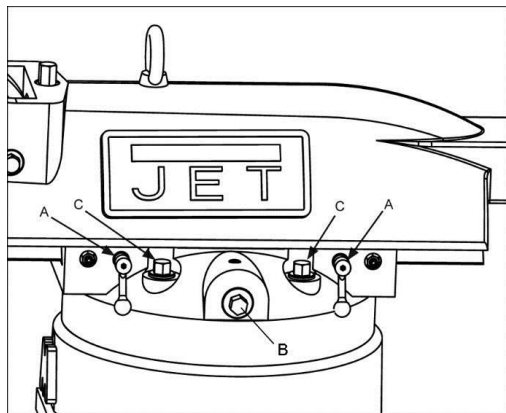

Рисунок 19 (Показан JTM-949LTS)
1. Ослабьте две ручки (А, Рис. 19), которые фиксируют консоль на его направляющих.
2. Поверните шестерню консоли (В, рис. 19) с помощью ключа, чтобы продвинуть консоль по направляющим.
3. Когда подвижная консоль перемещена в нужное положение, плотно затяните ручки (иди шестигранные гайки) (А, рис. 19).
1. Ослабьте четыре зажимных болта поворотной башни (С, рис. 19), которые закрепляют консоль на верхней части основания. Чтобы поворотная башня могла перемещаться, достаточно ослабить винты на пол-оборота.
3. Затяните четыре зажимных болта поворотной башни (С, рис. 19). Затягивайте в два этапа при помощи выставленного на определенную величину динамометрического ключа. Используйте перекрестную схему затяжки. Сначала затягивайте при величине крутящего момента 3,45 кгс*м, и окончательно при 6,9 кгс*м.